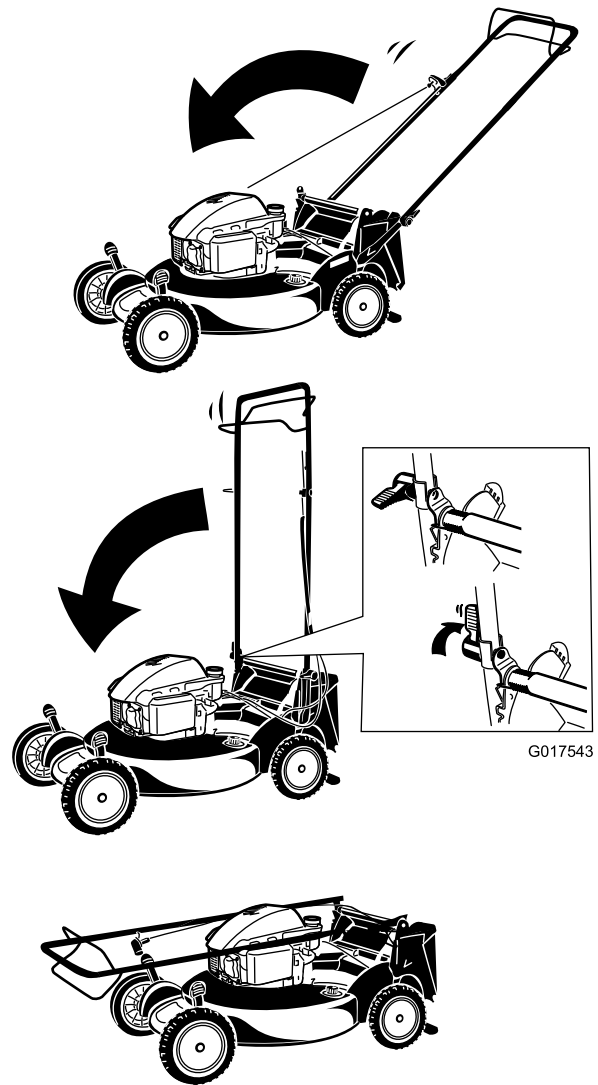

Figura 31
1. Doble el manillar hacia adelante (Figura 31).